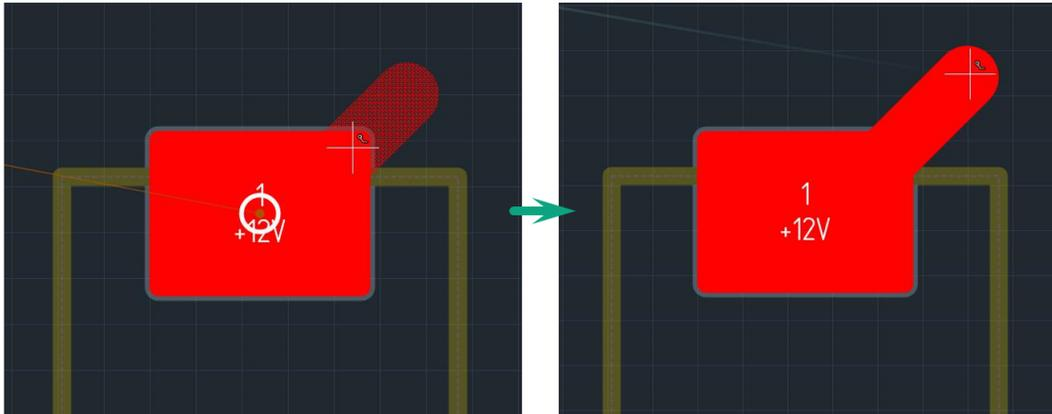

Рис. 257 Точное позиционирование подключения к контактной площадке
4. Переместите курсор в ту точку, где необходимо установить подключение к площадке, при этом на экране будет отображаться возможный вид подключения, см. Рис. 257. Курсор должен быть рядом с площадкой.